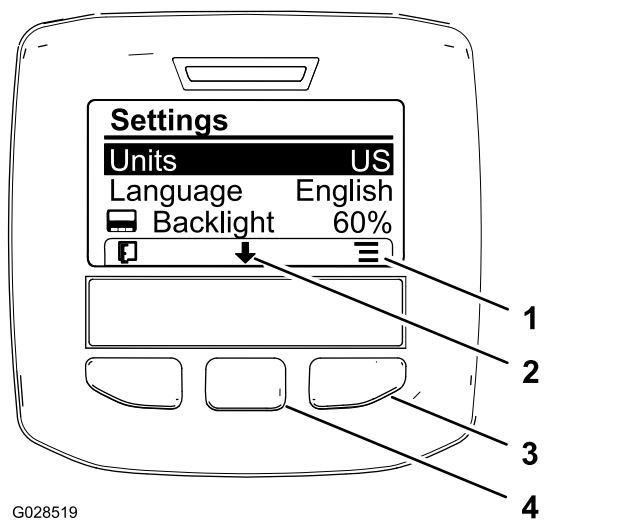

図 63
2. 単位系を変更するには、右ボタンを押す。すると選択可能な単位系が表示される 図 63。
3. 表示に使用する言語を変更するには、中央ボタン画面上で下向きの矢印で示されているボタンを押し、画面を下にスクロールして Language という選択肢を出す 図 63。
4. 右ボタン画面上でアイコンで「選択」が示されているボタンを押すと現在選択中の言語が画面にハイライトされて表示される 図 63。
6. 左ボタンを押すとホーム画面に戻る 図 63。